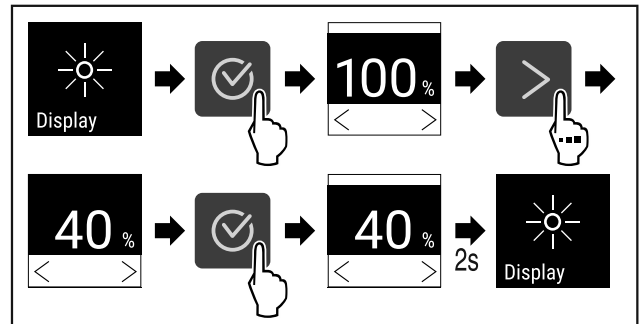

Fig. 77
- ▶ Изпълнете стъпките (виж Fig. 77) .